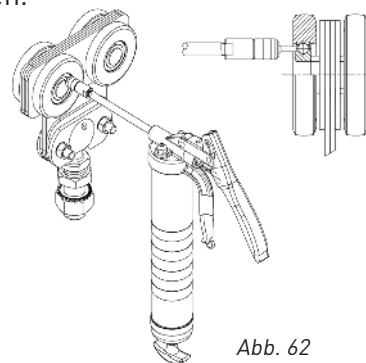

Abb. 62
- Jährlich die Kugellager aller Hänger und Transportwagen mit einer Handfettpresse durch das Loch in der Lagerdichtung/-abdeckung nachschmieren, siehe Abb. 62.